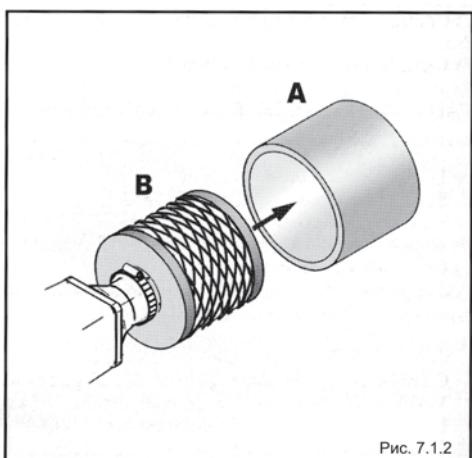

Рис. 7.1.2
- в) Промойте вкладыш воздушного фильтра (В) в мыльном растворе. См. рис. 7.1.2.